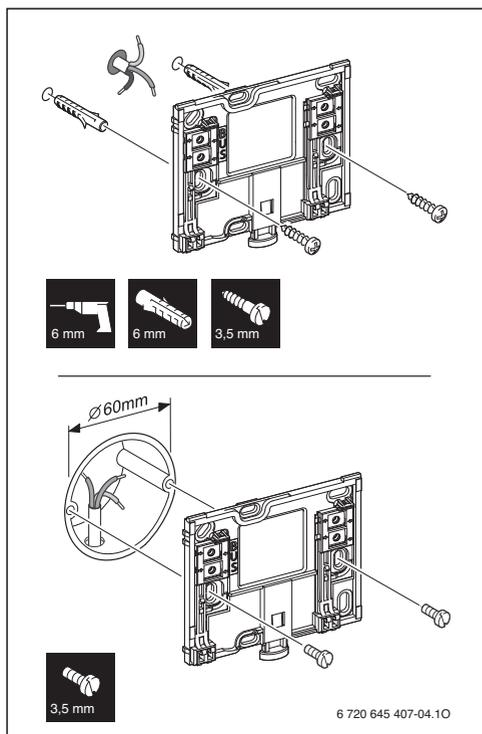

Fig. 3 Installation du support
- ▶ Installer le support sur un mur (→ fig. 3).